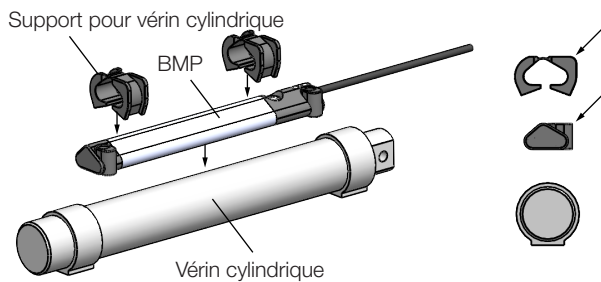

Fig. 4-8 : Fixer les supports sur le BMP
1. Installer les supports pour vérin cylindrique sur le BMP. Veiller à l'orientation des supports (voir Fig. 4-8).